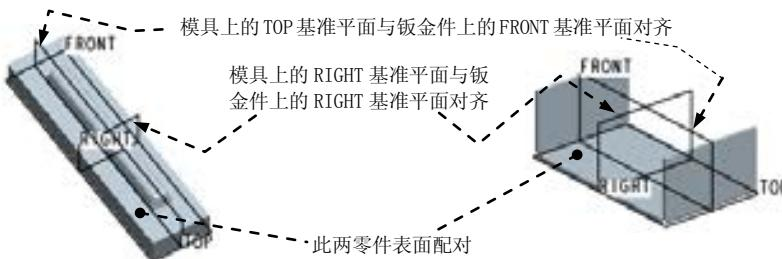

图 11.5.17 操作过程
(1) 定义配对约束。在图 11.5.16 所示的“模板”对话框中，选择约束类型为“配对”，然后分别在模具模型中和钣金件中选取图 11.5.17 中的配对面。
(2) 定义对齐约束。在“模板”对话框中单击“新建约束”字符，选择新增加的约束类型“对齐”，分别选取图 11.5.17 中的对齐面（模具上的 RIGHT 基准平面与钣金件上的 RIGHT 基准平面）。
(3) 定义对齐约束。在“模板”对话框中单击  新建约束 字符，选择新增加的约束类型“对齐”，分别选取图 11.5.17 中的对齐面（模具上的 TOP 基准平面与钣金件上的 FRONT 基准平面），此时屏幕上的“模板”对话框显示“完全约束”。